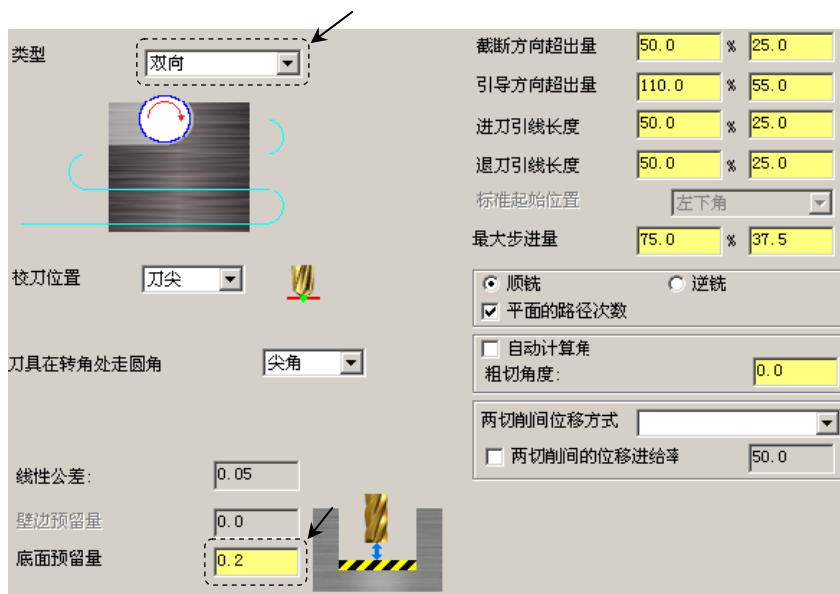

图 11.9 “切削参数”参数设置界面
Step8. 设置加工参数。在“2D 刀具路径 - 平面铣削”对话框的左侧节点列表中，单击 **切削参数** 节点，设置图 11.9 所示的参数。